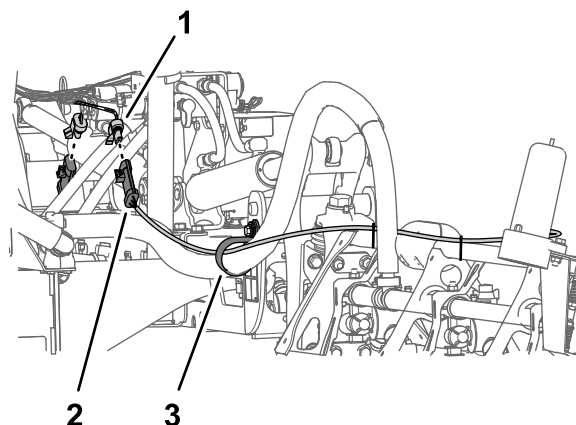

Figura 24
1. Desligue o conector de três pinos da cablagem do kit de nivelação da rampa ultra sonic do conector de três tomadas da cablagem da máquina (Figura 24).